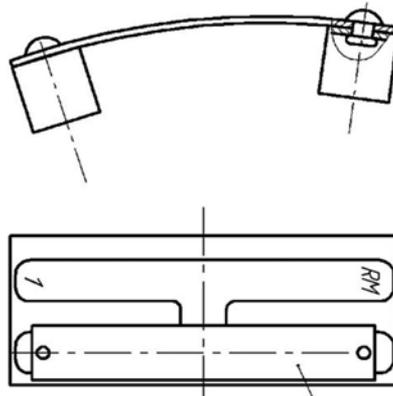

Рисунок 2
- **Работать без пружины безопасности 1 рис. 2.**